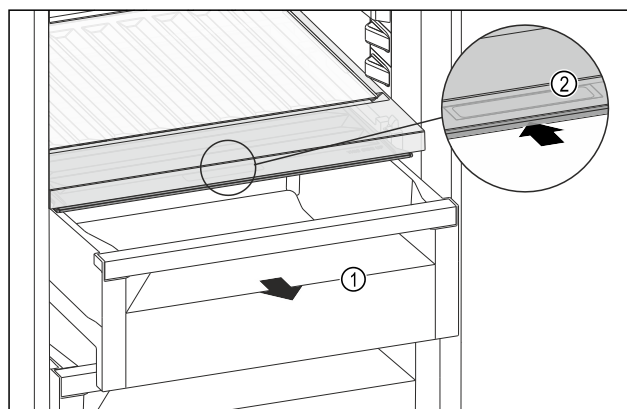

Fig. 215
- Vytiahnite zásuvku Fig. 215 (1).
- Uchopte priehlbinu na rukoväť Fig. 215 (2) na veko zásuvky a súčasne tlačte veko zásuvky dozadu.